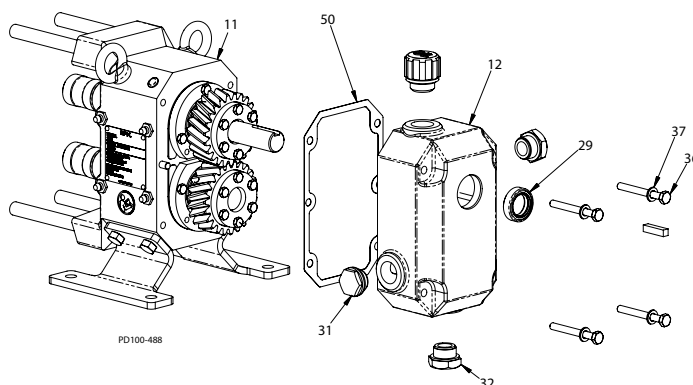

Figura 36: Retire la cubierta de la caja de engranajes
3. Quite los tornillos (Figura 36, renglón 36) y las arandelas (elementos 37) y desmonte la cubierta (elemento 12).
6. Quite la junta (Figura 36, renglón 50) y deséchela. Raspe cuidadosamente todo residuo de la junta de las superficies de acople de la cubierta de la caja de engranajes (elemento 12) y del cuerpo de la caja de engranajes (elemento 11).